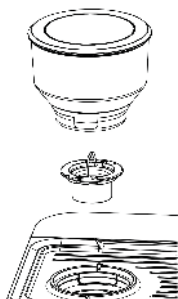
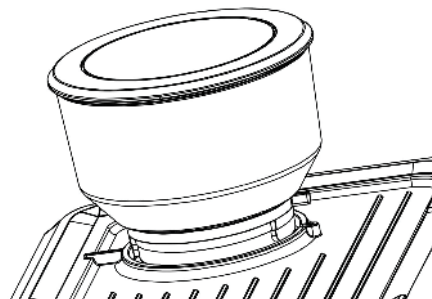

Fig. 1:
Fig. 2:
1. Før du aktiverer kvernfunksjonen, sørg for at alle nødvendige deler er korrekt installert, med henvisning til Fig. 1 og Fig. 2.
Installer kutterhodet og stram det med klokken. Installer deretter bønneboksen og fest den som vist i Fig. 2.